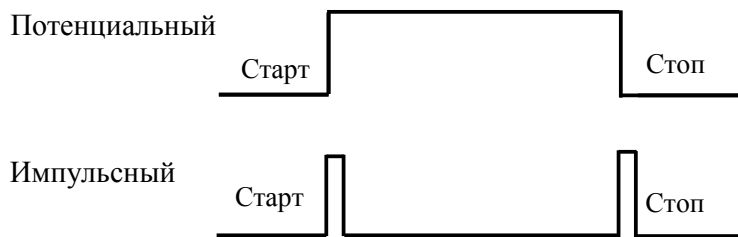

Рисунок 3.2
- «Старт/Стоп 1», начало и окончание измерения определяются по переднему и заднему фронтам сигнала, сформированного в виде потенциального уровня, на входе 5 КИ-2 (см. рисунок 3.2);
- «Старт/Стоп 2», начало и окончание измерения определяются по сигналам сформированного в виде двух импульсов, на входе 5 КИ-2 (см. рисунок 3.2).